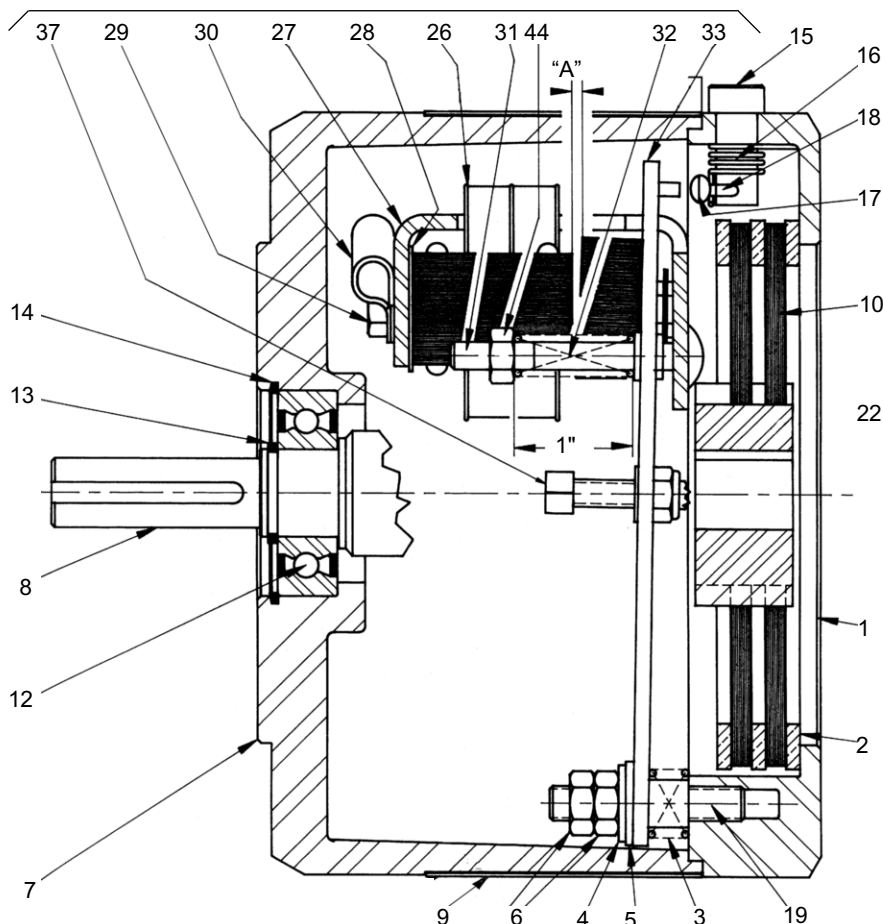

Figure 8
Les nombres entre parenthèses se réfèrent aux pièces illustrées sur les Figures 8 à 12.
(Reportez-vous aux Figures 8 et 12)
(Reportez-vous aux Figures 8, 9 et 12)
## REPLACEMENT DE L'ARMATURE (Reportez-vous aux Figures 8, 10 et 12)
- Procédez au remontage sur le support de l'aimant (No. réf. 27) au moyen des pièces (Nos. réf. 31, 32 et 44). Remontez l'ensemble de commande sur le support de frein. Réglez l'entrefer "A" de l'aimant et les ressorts de couple (No. réf. 32) à la dimension de 25,4 mm indiquée sur la Figure 8.
## RÉGLAGE DU DESSERRAGE MANUEL (Reportez-vous aux Figures 8, 11 et 12.)
(Reportez-vous aux Figures 8, 11 et 12.)